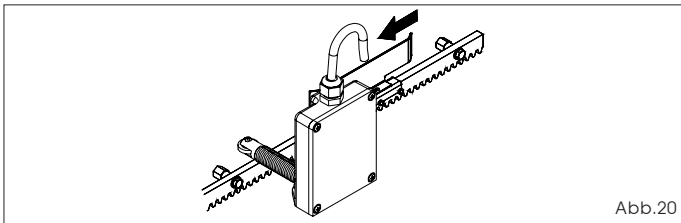

Abb.20
- 6) Die im Punkt 4 und 5 angegebenen Arbeitsvorgänge sind für den Endschalter für den Schließvorgang zu wiederholen, Abb. 20.